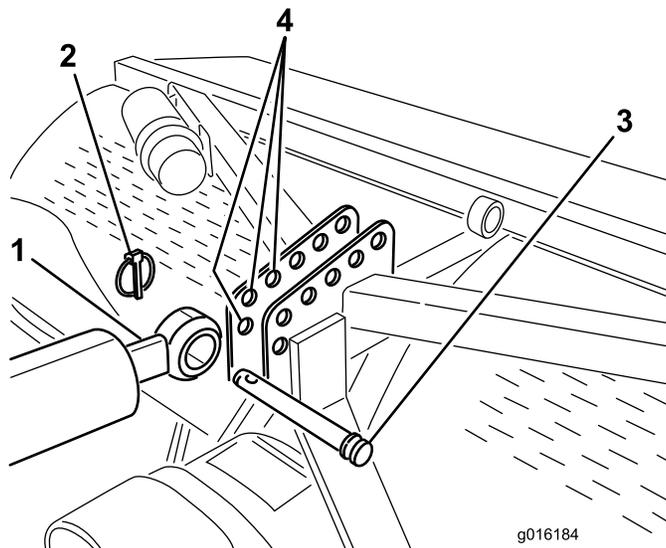
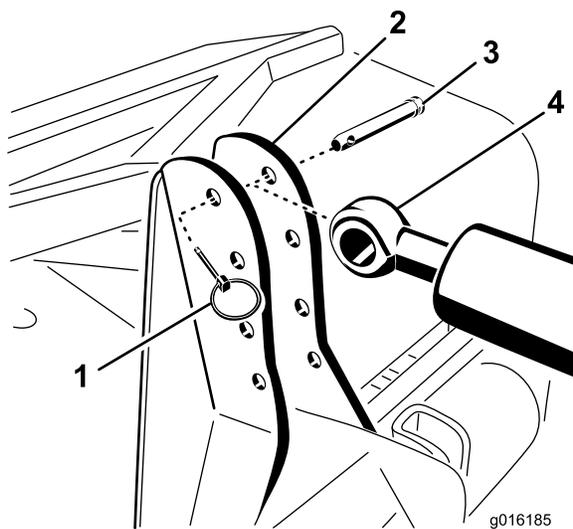
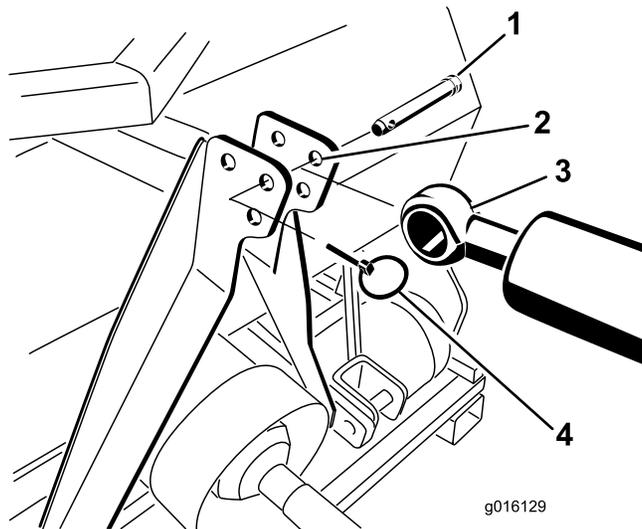

図 6
図 7
図 8
7. リンク・ピンとリンチ・ピンを使って、油圧式上部リンクのロッド端を、エアレータのできるだけ前側の穴に固定する(図6と図7と図8)。